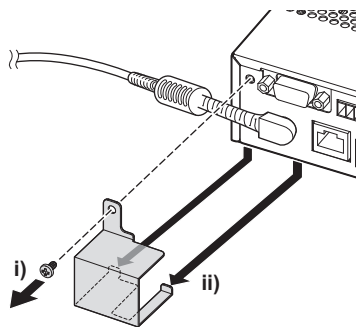

Abb. 1
- 2) Entfernen Sie die AC-Adapterhalterung. (**Abb. 1**)